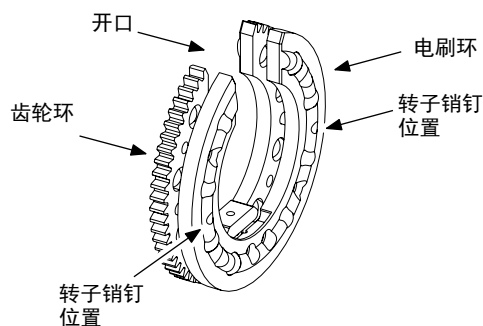

图 39 把转子放在工作台上
2. 把转子放在清洁干燥的台面上，转子开口朝上。把齿轮环与电刷环分离到使两个转子销钉脱离的程度。参考图 39。